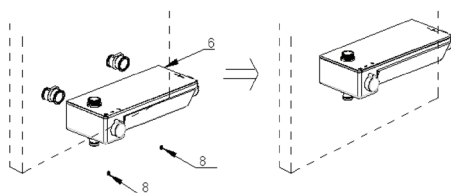

Рис.8
5. Установите корпус смесителя (6) на металлические переходники, убедитесь, что корпус смесителя плотно прижат к стене, затем прикрепите корпус смесителя (6) к стене винтами М6 * 6 (8) с помощью шестигранника (рис.8).